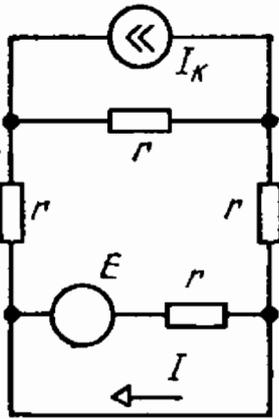

Рис. 1.23
1.23. Определить величину и направление э.д.с. E в схеме рис. 1.23, если $J_k = 5 \text{ А}$, $I = 5 \text{ А}$, $r = 1 \text{ Ом}$.